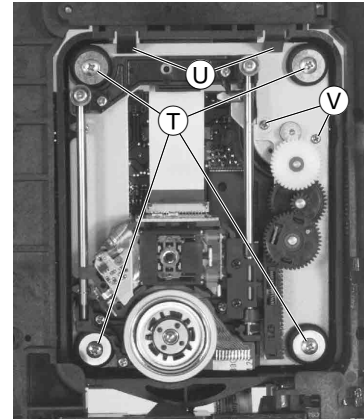

Fig. 11
- 2 Schrauben **Ⓥ** (Fig. 11) herausdrehen und Sledge-Motor nach unten herausnehmen.
- Undo the 2 screws **Ⓥ** (Fig. 11) then remove the sledge motor in downward direction.
- 4 Schrauben (T) (Fig. 11) herausdrehen.
- Rastnasen (U) (Fig. 11) lösen und Laufwerk herausnehmen.
- Undo the 4 screws (T) (Fig. 11).
- Undo the locking lugs (U) (Fig. 11) then remove the drive mechanism.